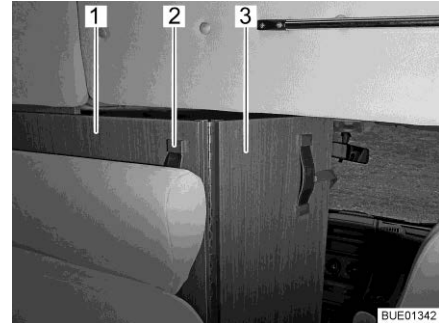

Bild 53 Skiljeplatta till förarhytt
- Ta tag i hållbandet (Bild 53,2) på skiljeplattan till förarhytten (Bild 53,1) och dra inåt tills kanten på skiljeplattan till förarhytten är ungefär i höjd med sittbänkens ryggstöd (Bild 53).
- Fäll ut den fällbara delen av skiljeplattan till förarhytten (Bild 53,3) mellan sätena i förarhytten.